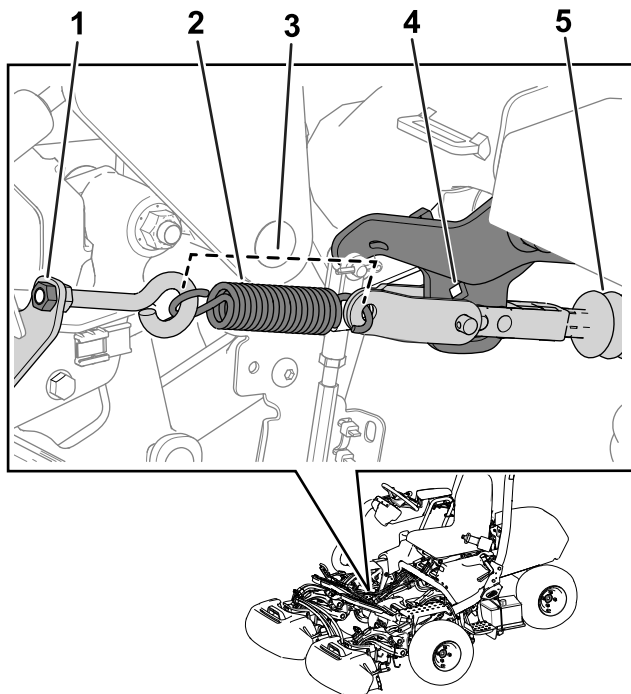

図 36
注 手順については図 36を参照。
3. アイボルトのナットを締め付けてスプリングの長さ取り付けた状態を 11.4 cm にする図 36。